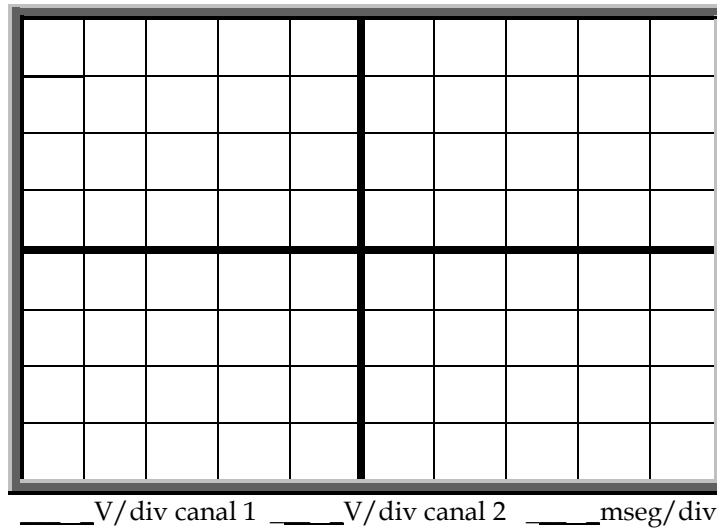

Fig. 1.19. Gráfica del voltaje de entrada del rectificador de onda completa tipo puente con filtro utilizando un capacitor de 470  $\mu\text{F}$
- b) Mediante el osciloscopio medir el voltaje de entrada ( $V_1$ ) colocando el canal 1 del osciloscopio en los nodos 1 y 2 y graficar las señales que se obtienen a la entrada del rectificador de la Fig. 1.19. De la señal del canal 1 medir el voltaje pico ( $V_P$ ) de la entrada del rectificador, registrar el valor obtenido en la Tabla 1.12.